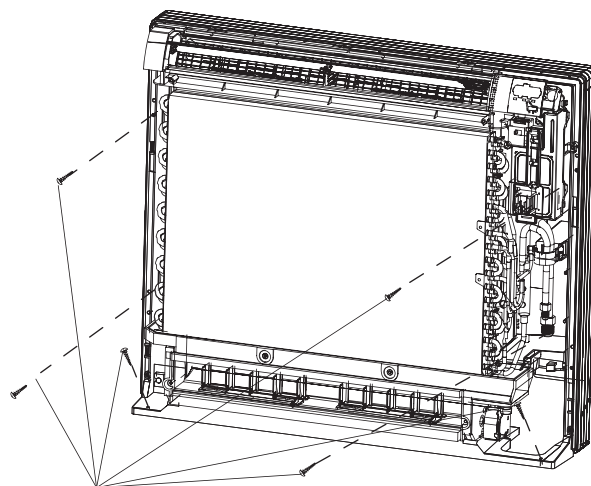

Fig.5-8
- Para instalaciones en el suelo, asegurese de sujetar la unidad usando 6 tornillos. (No se olvide de asegurar el equipo a la pared posterior) (ver Fig.5-8).